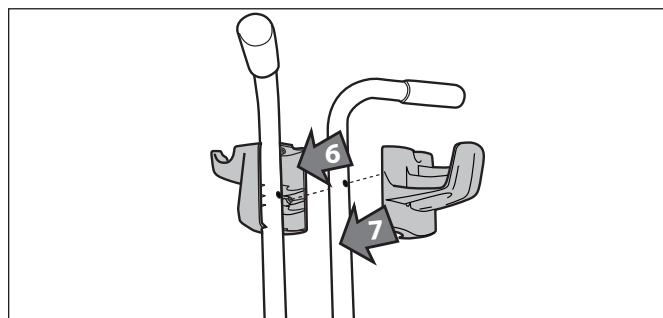

Figura 6. Instale los soportes en las manijas superiores
4. Coloque el soporte del cable de energía y el soporte de unidad de control en los tubos superiores, como se muestra en la Figura 6. Asegúrese de que los tubos superiores (manijas) se encuentren en la orientación correcta.